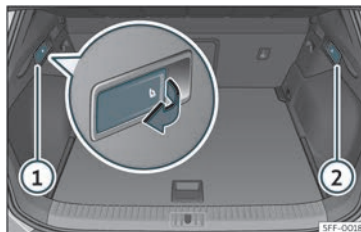

Fig. 103 Na bagageira: alavancas para o desbloqueio do encosto traseiro.
- Puxe a alavanca de desbloqueio à distância da parte esquerda»» **Fig. 103** ① ou direita ② do encosto no sentido da seta. A parte desbloqueada do encosto traseiro rebate-se automaticamente para a frente.